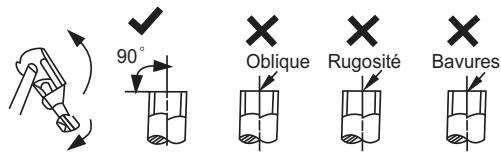

Fig. 16 — Tronçonner
- Couper le tuyau avec un coupe-tube , à 90 degrés (voir Fig. 16).